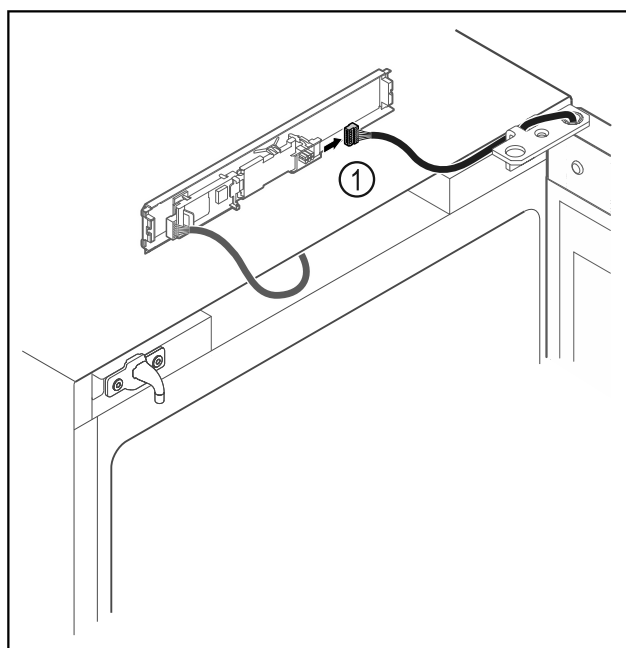

Fig. 18
- ▶ Træk stikket ud af Fig. 18 (1) printkortet.